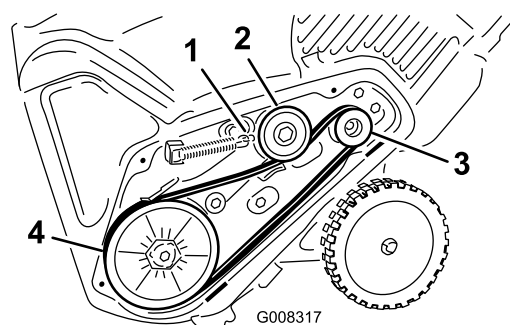

Рисунок 37
- Наденьте новый ремень привода, проложив его так, как показано на рисунке (Рисунок 37).
8. Соедините пружину тормоза с коромыслом натяжного шкива (Рисунок 37).